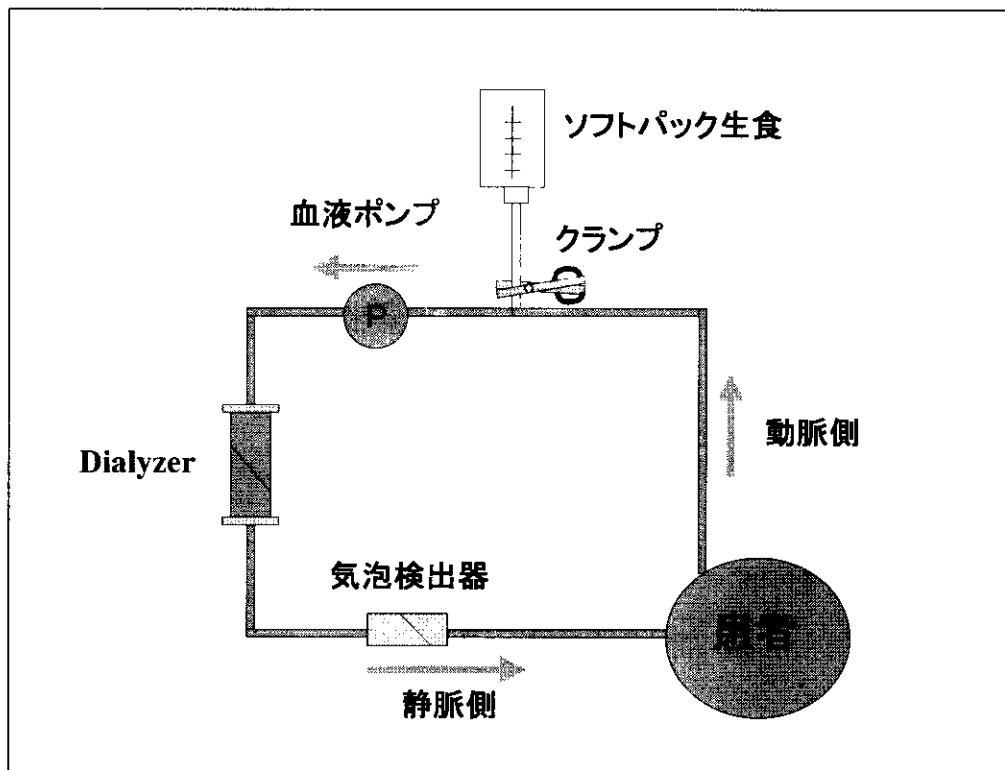

図 8 生食の落差を利用した生食置換返血法①
- 返血が終了するまで透析液はそのまま流し、透析用監視装置の静脈圧計、透析液圧計、気泡検出器等全ての検知・警報装置が透析中と同様に機能した状態で操作を行う（図 8）。